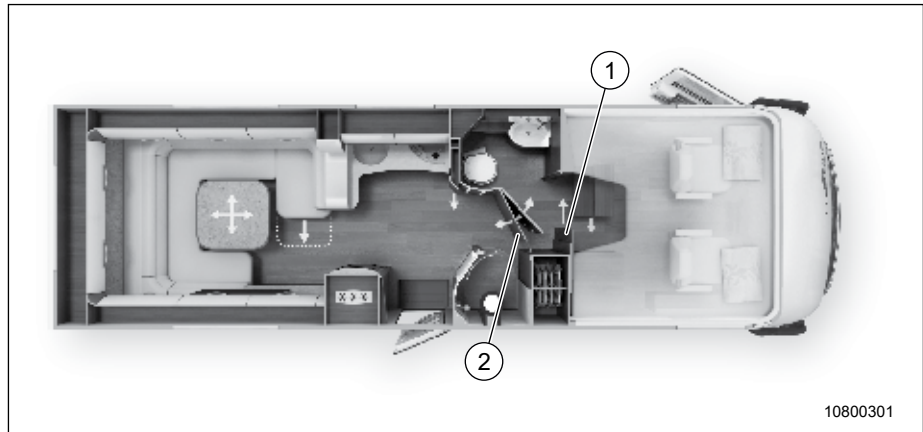

Fig. 75 Création d'un dressing
- Ouvrir le bouton-pression de l'attache de la porte coulissante (Fig. 75, pos. 1).
- Sortir la porte coulissante (Fig. 75, pos. 1) et la ramener contre la cloison extérieure de la salle de bains.
- Ouvrir complètement la porte du cabinet de toilette (Fig. 75, pos. 2) et la ramener contre la cloison extérieure de la douche et la fermer avec le verrou.